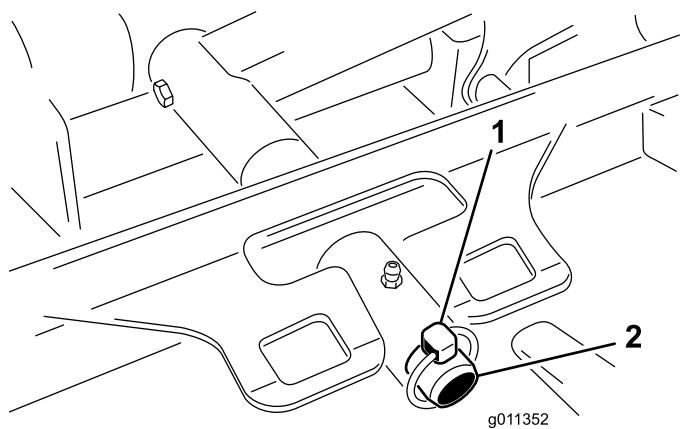

Figura 72
3. Retire o pino de sujeição (para máquinas Groundsmaster 4500) ou porca de bloqueio (para máquinas Groundsmaster 4700) que fixa a estrutura de suporte da plataforma ao pino da articulação do braço de elevação (Figura 72).
2. Deslide a estrutura de suporte da plataforma até que esta fique sobre o pino da articulação do braço de elevação (Figura 72). Prenda a plataforma ao pino com o pino de sujeição (para máquinas Groundsmaster 4500) ou a porca de retenção (para máquinas Groundsmaster 4700).